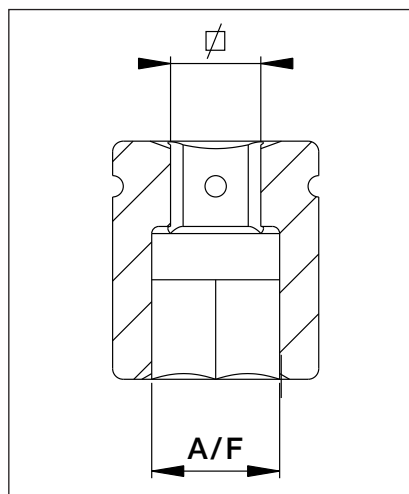

Fig. 33
6.7 Dimensions des douilles hexagonales de la série BSH (fig. 33)
6.7 Dimensions des douilles hexagonales de la série BSH (fig. 33, suite)